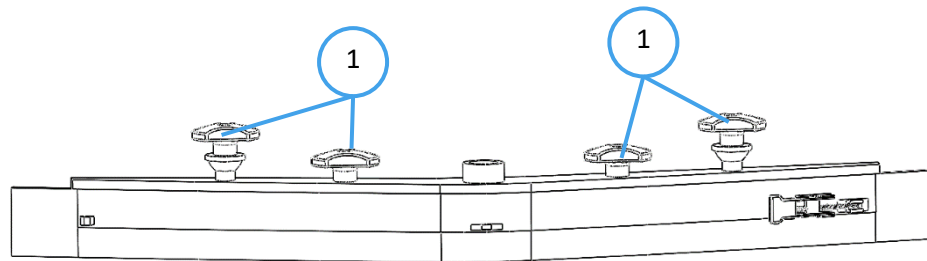

Fig. 1
1. Desserrez les 4 boutons bleus sur l'assemblage de la raclette comme indiqué (Fig. 1).